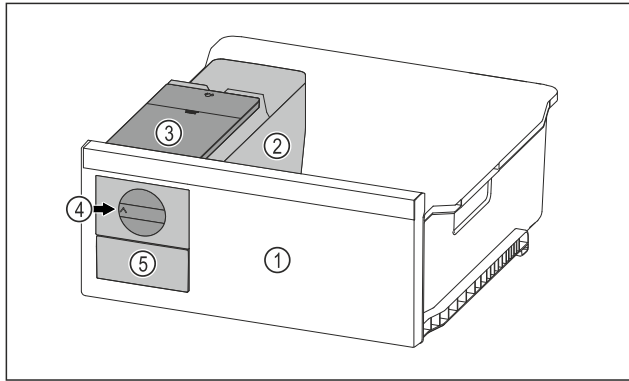

Fig. 120 Voorbeeld
- ▶ Draaiknop Fig. 120 (4) rechtsonder tot aan de aanslag draaien.
- ▷ Ijsblokjes vallen uit de ijsblokjes-schaal in de ijsblokjeslade Fig. 120 (5).